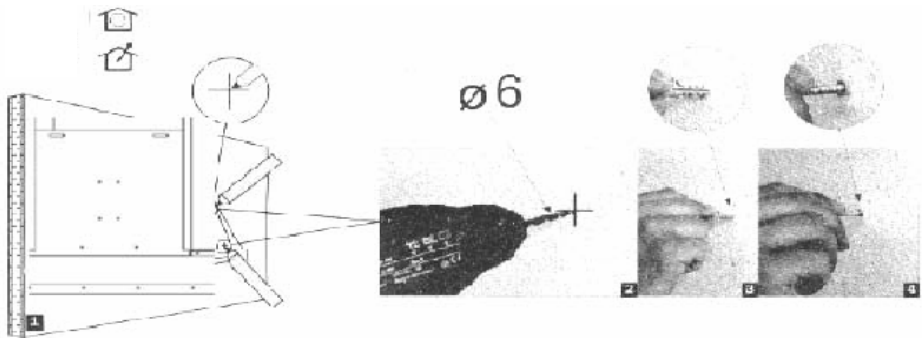

Fig. 3
3. Gebruik voor het uitboren van de gaten in de wand een 6 mm boor (zie fig. 3).